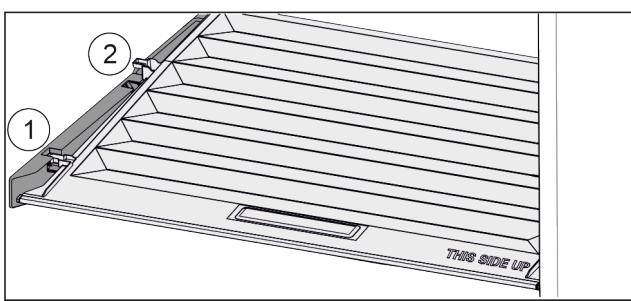

Fig. 34
- Издърпайте напред Fig. 34 (1) капака до отвора в задържащите части.
- Повдигнете го отзад отдолу и отстранете Fig. 34 (2) нагоре.